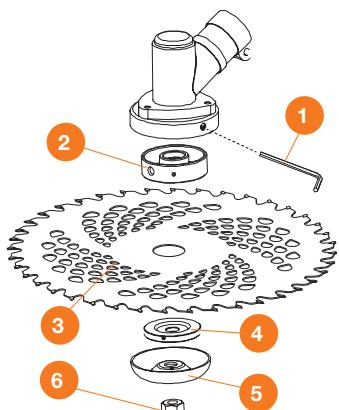

Рис. 11
- Установите верхний фланец **2** (Рис. 11).